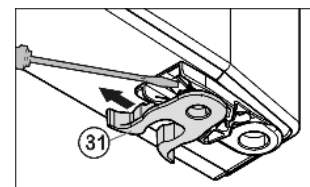

Fig. 6
- Flytta fjäderklämman Fig. 6 (31): Tryck ner spärrhaken, drag bort fjäderklämman.